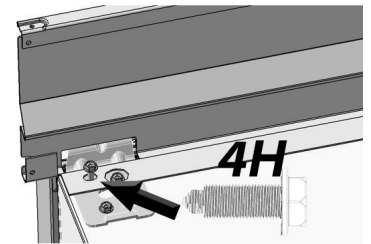

Fig. 12
- d. Instale la moldura superior sujetando dos tornillos 4H a lo largo de la base de la moldura con una llave de tubo de $\frac{5}{16}$ " (Fig. 12). Atornille a través del soporte 1H en el paso 8a para nivelar correctamente la moldura superior.